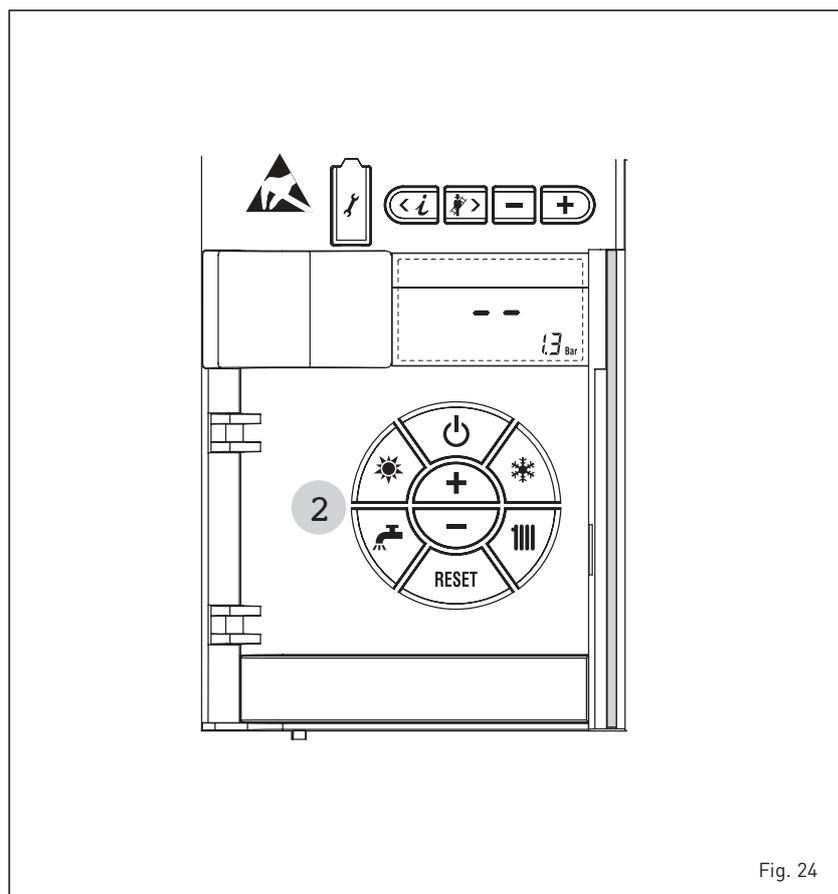

Fig. 24
### ALLUMAGE D'UN MODULE INDIVIDUEL (fig. 24)
#### ARRÊT D'UN MODULE INDIVIDUEL (fig. 24)
En cas d'absences de courte durée, appuyer sur la touche des commandes (pos. 2). L'écran apparaîtra comme le montre la fig. 24. De cette manière, en laissant actives l'alimentation électrique et l'alimentation du combustible, la chaudière est protégée par les systèmes antigel et antiblocage de la pompe. Dans le cas où on prévoit une période prolongée de non-utilisation, on conseille de mettre la chaudière hors tension à l'aide de l'interrupteur général de l'installation, de fermer le robinet du gaz et, si des basses températures sont prévues, de vider l'installation hydraulique afin d'éviter la rupture des tuyauteries par effet de la congélation de l'eau.